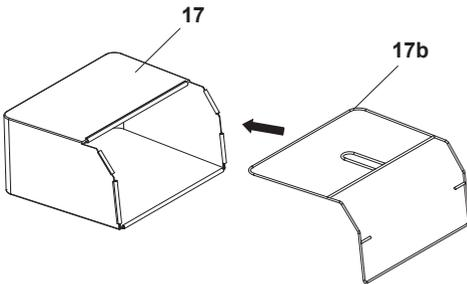

Fig. 4
1. Aliniază și introdu cadrul din oțel (17b) în colectorul de iarbă (17) (Fig. 4).